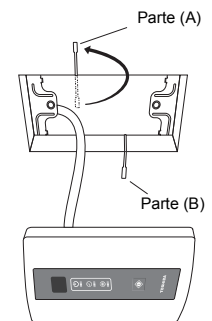

Figura 4
3. Con le parti (A) e (B) della staffa assicurarla bene al pannello del soffitto. (Figura 4)